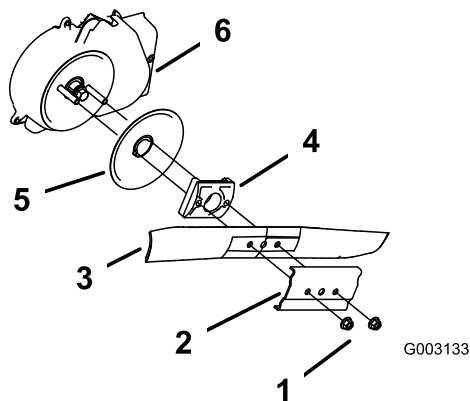

Figura 29
- Togliete i due dadi della lama ed il rinforzo (Figura 29).
- Togliete la lama (Figura 29).
- Togliete il giralama e il disco antistrappo (Figura 29).
- Pulite il carter della frizione del freno della lama (Figura 29).
- Montate la lama ed il rinforzo con i due dadi della lama rimossi al punto (Figura 29).